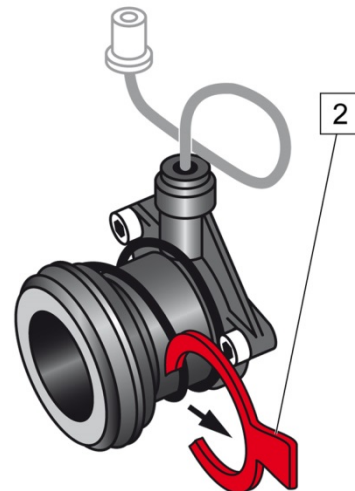

Fig. 3
Abb./Fig 3:
- Nach dem Einbau des Zentralausrückers Transportsicherung durch Ziehen an der Lasche (2) entfernen (Abb. 3).
- After installing the concentric slave cylinder, remove the transport safety device by pulling the tab (2) (Fig. 3).
- Une fois la butée hydraulique montée, enlever la protection de transport en tirant sur la languette (2) (fig. 3).
- Después de haber montado el cojinete hidráulico, retirar el seguro para el transporte tirando del saliente (2) (Fig. 3).
- Após a montagem do dispositivo de desembraiação central, remover a proteção para transporte, puxando pela tala (2) (Fig. 3).
- Dopo avere montato il reggispinta idraulico togliere il dispositivo di sicurezza per il trasporto tirando la linguetta (2) (fig. 3).
- Efter montering av kopplingscylinder slav, ta bort transportsäkringen genom att dra i fliken (2) (bild 3).
- Når centraludrykkeren er monteret, fjernes transportsikringen ved at trække i lasken (2) (fig. 3).
- После установки центральной муфты сцепления удалить транспортное крепление, потянув скобу (2) (Рис. 3).
- Po zabudowaniu centralnego wyprzęgnika usunąć zabezpieczenie transportowe przez pociągnięcie za wypustkę (2) (rys. 3).
- După montarea dispozitivului central de debreiere, îndepărtați siguranța de transport prin tragerea de eclisă (2) (Fig. 3).